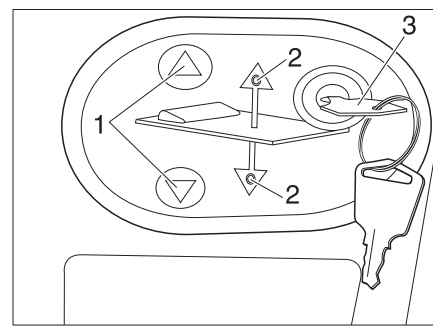

Fig. 156 Panneau de commande pour le lit escamotable électrique
- Insérer la clé (Fig. 156,3) dans le panneau de commande.
- Appuyer sur la touche  ou  (Fig. 156,1) et la maintenir enfoncée. La DEL (Fig. 156,2) respective s'allume et le lit escamotable s'abaisse ou se lève.
- Lorsque la position désirée est atteinte, relâcher la touche  ou  (Fig. 156,1). La DEL (Fig. 156,2) respective s'éteint.
- Retirer la clé (Fig. 156,3).